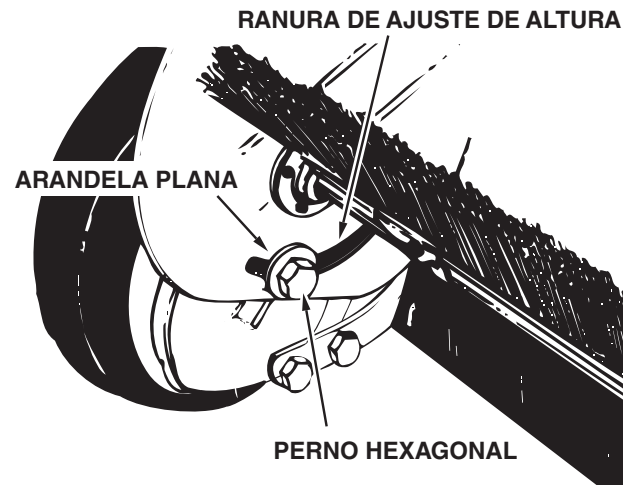

FIGURA 20
2. Haga una revisión para verificar que no haya partes dañadas, como los cepillos y las ruedas. Vea la figura 20.